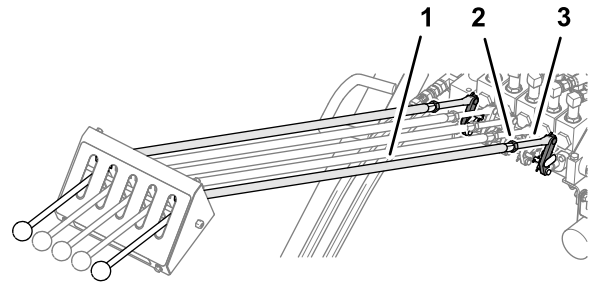

Figura 33
- Apriete la tuerca (7/16") de la varilla de control y la varilla de acoplamiento; consulte Figura 33.